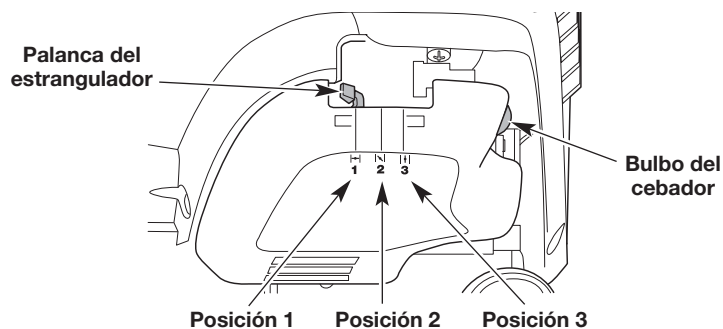

Fig. 9
3. Presione y luego suelte el bulbo del cebador lentamente **10 veces** (Fig. 9).
4. Coloque la palanca del estrangulador en la **Posición 1** (Fig. 9).
7. Siga apretando el control del acelerador. Coloque la palanca del estrangulador en la **Posición 2** (Fig. 9).
10. Siga apretando el control del acelerador. Pase la palanca del estrangulador a la **Posición 3** (Fig. 9) y siga calentando el motor durante 60 segundos más. Se puede usar la unidad durante este período.
8. Siga apretando el control del acelerador. Coloque la palanca del estrangulador en la **Posición 2** (Fig. 9).
12. Siga apretando el control del acelerador. Pase la palanca del estrangulador a la **Posición 3** (Fig. 9) y siga calentando el motor durante 60 segundos más. Se puede usar la unidad durante este período.